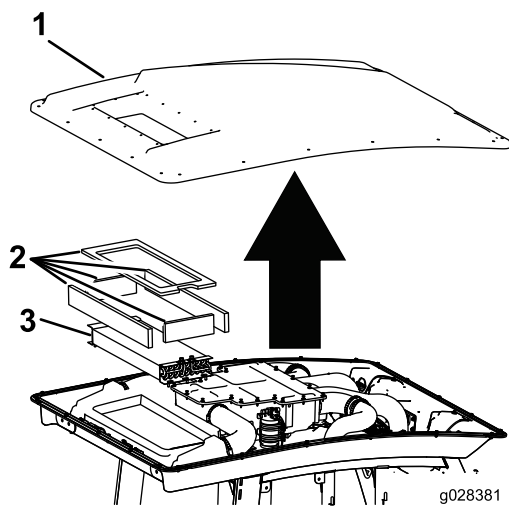

Figura 115
3. Retire o teto da cabina removendo os 22 parafusos que prendem o teto (Figura 115).
- 4. Retire os filtros (Figura 115).
- 5. Retire e limpe as serpentinas do ar condicionado (Figura 115).